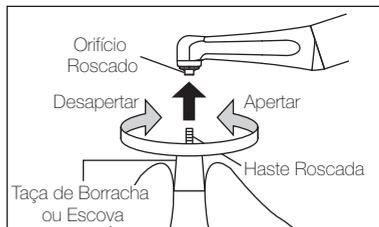

Fig. 2
- 2) Rode a escova/taça de borracha no sentido dos ponteiros do relógio para fixar a haste roscada. (Fig. 2)
Realize um procedimento contrário ao de Montagem. Rode a escova/taça de borracha no sentido "Desapertar". (Fig. 2)